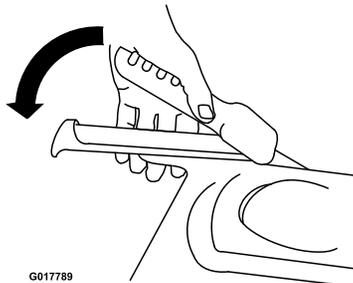

**Figure 11**
1. Placez le levier sélecteur de vitesse à la position de marche avant voulue, en veillant à bien l'engager dans le cran (Figure 11).